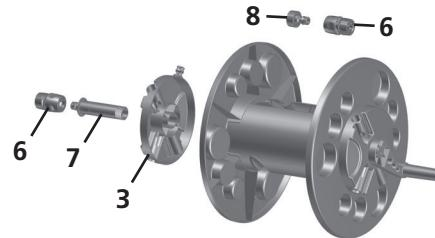

Fig. 04
**3.** No outro lado encaixe o eixo (7) no mancal direito (3) e o mesmo conjunto encaixe no carretel [Fig. 04]. Para realizar a fixação do conjunto, rosqueie o adaptador (8) no eixo (7). Em seguida acople os engates rápidos (6) nas extremidades do adaptador (8) e do eixo (7).
3. On the other side, place the axle (7) into the right bearing (3) and then attach this assembly to the reel [Fig. 04]. To secure the assembly, screw the adapter (8) onto the axle (7). Then attach the quick connectors (6) to the ends of the adapter (8) and the axle (7).
3. En el otro lado, encaja el eje (7) en el mancal derecho (3) y el conjunto en el carrete [Fig. 04]. Para fijar el conjunto, enrosca el adaptador (8) en el eje (7). Enseguida, conecta los acoplos rápidos (6) en las extremidades del adaptador (8) y del eje (7).